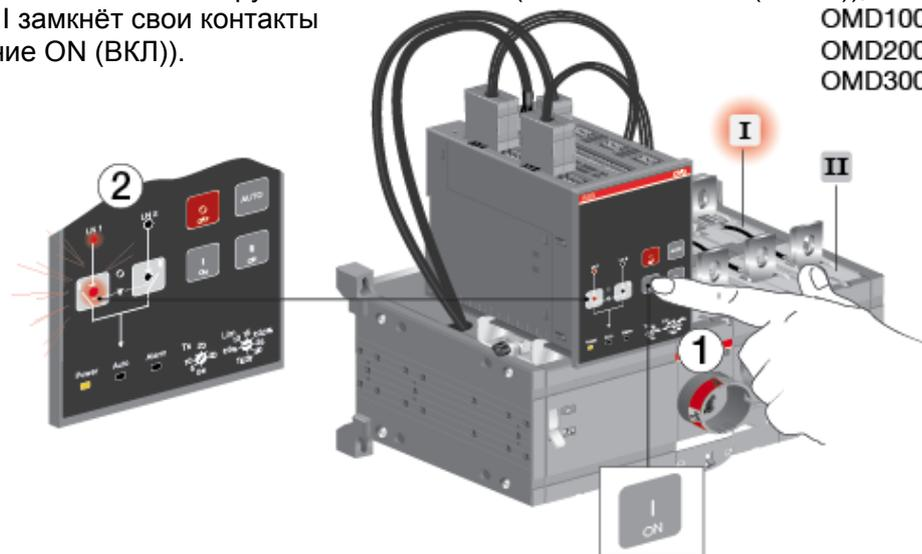
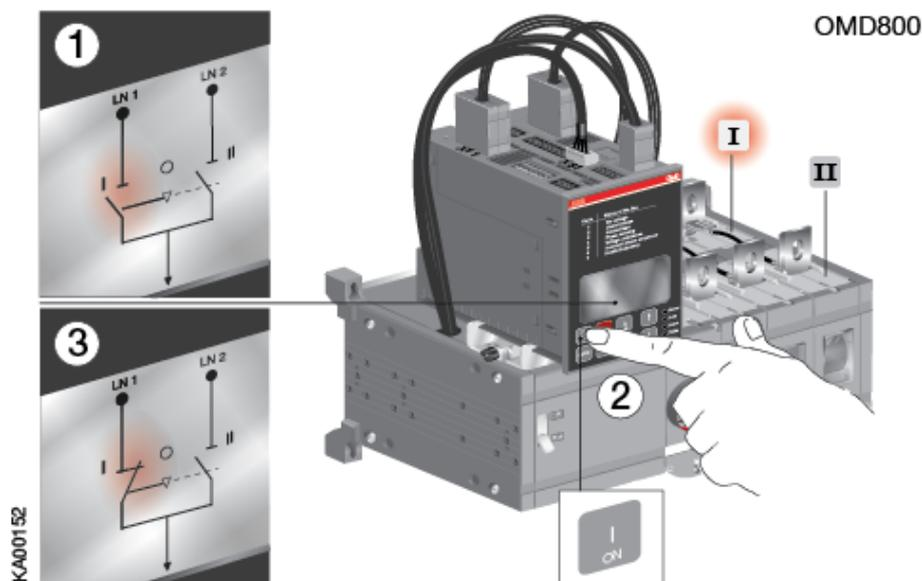

Рисунок 4.3 Эксплуатация выключателя нагрузки, индикация его состояния и выбранной линии при помощи светодиодов в OMD100, OMD200 или OMD300
Рисунок 4.4 Эксплуатация выключателя нагрузки, индикация его состояния и выбранной линии на дисплее в OMD800
- б) если нажимается кнопка «I» (см. рисунок 4.3/① или рисунок 4.4/), то выключатель нагрузки I (нижний) будет в положении ON (ВКЛ) (индикацию состояния и включённой линии см. рисунок 4.3/ ② или рисунок 4.4/ ③), а выключатель нагрузки II (верхний) будет в положении OFF (ВЫКЛ). Если выключатель нагрузки I уже находится в положении ON (ВКЛ), то нажатие кнопки «I» не даёт никакого результата.